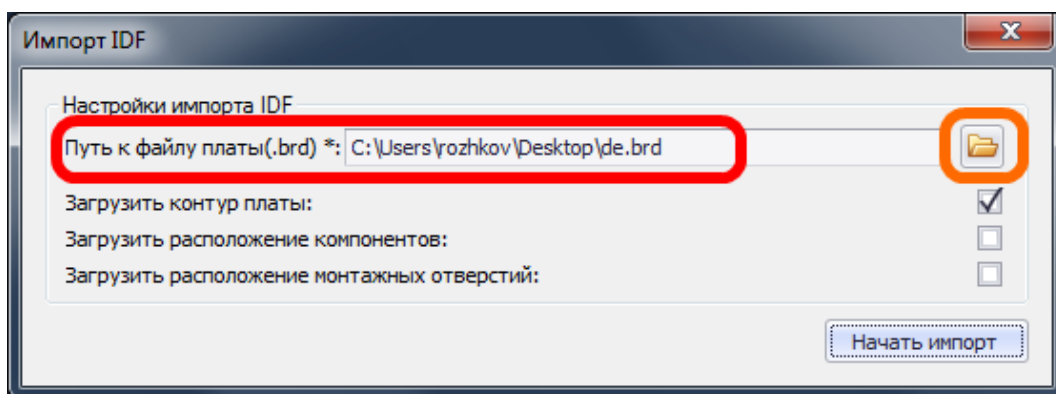

Рис. 730. Окно «Импорт IDF»
4. В отобразившемся на экране окне «Импорт IDF», см. Рис. 730, выбрать файл для импорта, воспользовавшись кнопкой 📁.